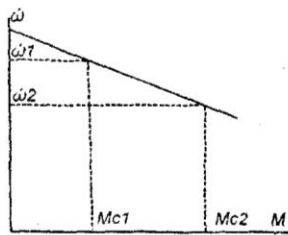

Рис. 96
**4-13.** При увеличении момента сопротивления от  $M_{C1}$  до  $M_{C2}$  (рис. 96) угловая скорость вращения двигателя постоянного тока независимого возбуждения: